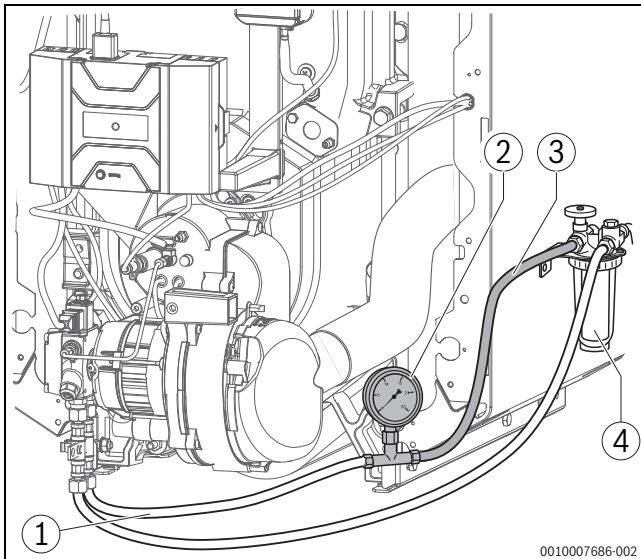

Bild 21 Ölfilter, Vakuummeter und transparenter Schlauch (dargestellt: 18-49 kW)
- ▶ Vakuummeter (→ Bild 21, [2]) mit transparentem Schlauch (→ Bild 21, [3]; Zubehör), wie dargestellt, zwischen Ölfilter (→ Bild 21, [4]) und Ölansaugleitung (→ Bild 21, [1]) montieren.
- ▶ Blasenfreiheit des angesaugten Öls über den transparenten Schlauch (→ Bild 21, [3]) kontrollieren.
- ▶ Ölabsperrrhahn am Ölfilter (→ Bild 21) schließen und transparenten Schlauch (→ Bild 21) mit Vakuummeter (→ Bild 21) demontieren.
- ▶ Ölansaugleitung (→ Bild 21) an den Filteranschluss des Ölfilters anschließen.